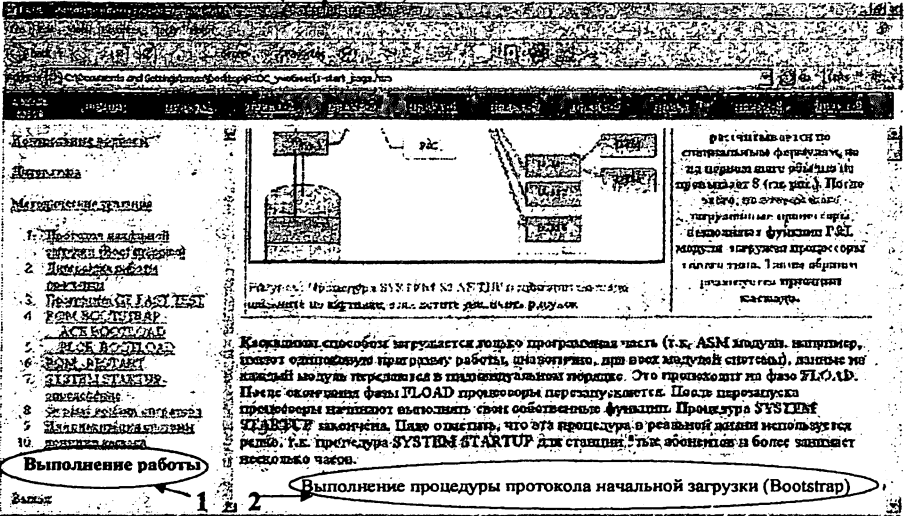

Рис.8.1. Окно практического занятия 8
1. В левой части окна практического занятия 8 «Содержание» выберите пункт «Выполнение занятия» (см.рис.8.1)